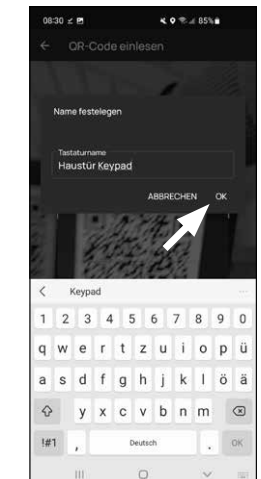

Abb. 10
- 13 In dem darauffolgenden Fenster werden Sie nach einem Namen für die Tastatur gefragt. Bei der Verwendung mehrerer Zylinder und secuENTRY-Komponenten ist es zu empfehlen, die Tastatur so zu benennen, dass Sie direkt erkennen können, worum es sich handelt und wo sich die Tastatur befindet bzw. angebracht ist. Im Beispiel dieser Anleitung wird die Tastatur mit „Haustür Keypad“ betitelt. Bestätigen Sie den Namen mit „OK“ (Abb. 10).